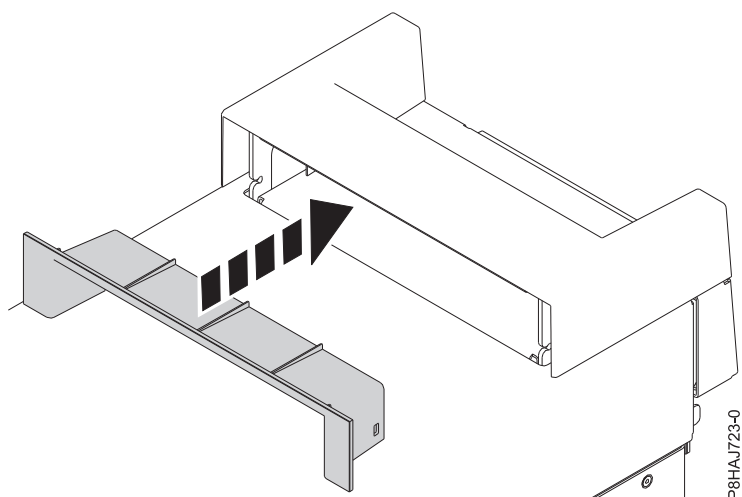

図 17. 8286-41A スタンドアロン・システムのハンドル・カバー内の断片の差し込み
2. ハンドル・カバーの断片をしっかりとハンドル・カバーに押し込んで、断片をハンドル・カバー内に差し込みます (38 ページの図 17 を参照)。